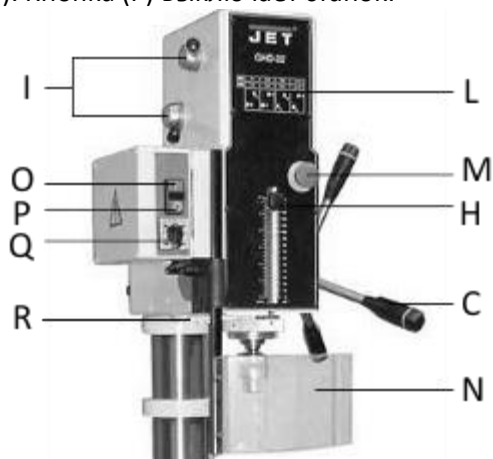

Рис. 3
При помощи ручек (I, рис.3) и (Q) необходимую частоту и направление вращения шпинделя.
Для выталкивания патрона из шпинделя необходимо немного выдвинуть пиноль и отодвинуть ограничительную пластину (R, рис.3). При отодвинутой пластине, полный подъем пиноли приведет к выталкиванию патрона из шпинделя.
Для просверливания нескольких отверстий заранее заданной глубины ослабьте барашковый винт (H, Рис.3), передвиньте ограничитель на значение, соответствующее выбранной глубине и затяните винт.